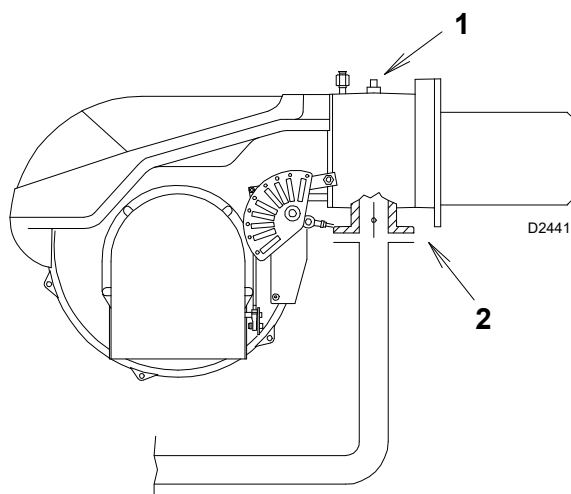

Fig. 21
Presión del gas en la toma 1) (Fig. 21 en pág. 23), con:
Pérdida de carga válvula de mariposa del gas 2)(Fig. 21 en pág. 23) con abertura máxima: 90°.
- restar a la presión del gas en la toma 1)(Fig. 21) la presión de la cámara de combustión.
Presión del gas en la toma 1)(Fig. 21) = 17,0 mbar
Para conocer la presión del gas necesaria en la toma 1)(Fig. 21), fijada la potencia máxima de modulación a la cual se desea que funcione el quemador:
- Leer a la derecha, columna 1, la presión en la toma 1)(Fig. 21).
presión necesaria para la toma 1)(Fig. 21).